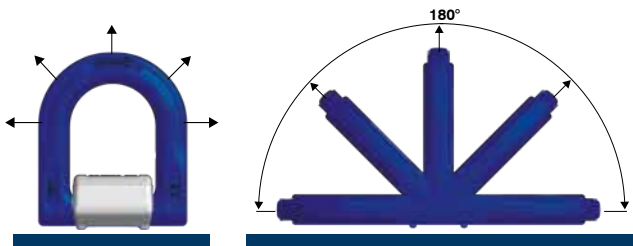

Bild 1: erlaubte Belastungsrichtungen die bei bestimmungsmäßigem Gebrauch auftreten können.
- Die Belastung darf nur in der vorgegebenen Richtung (Bild 1 unter Punkt 2 dieser Anleitung) mit der maximalen Tragfähigkeit lt. Tabelle 1 und unter Berücksichtigung der unter Punkt 2 angegebenen Einsatzbedingungen erfolgen
**Belastung:** Die Belastung darf nur in der vorgegebenen Richtung (Bild 1) mit der maximalen Tragfähigkeit lt. Tabelle 1 und unter Berücksichtigung der hier angegebenen Einsatzbedingungen erfolgen.
- Zugrichtung nicht im vorgegebenen Bereich lt. Bild 1 liegt.